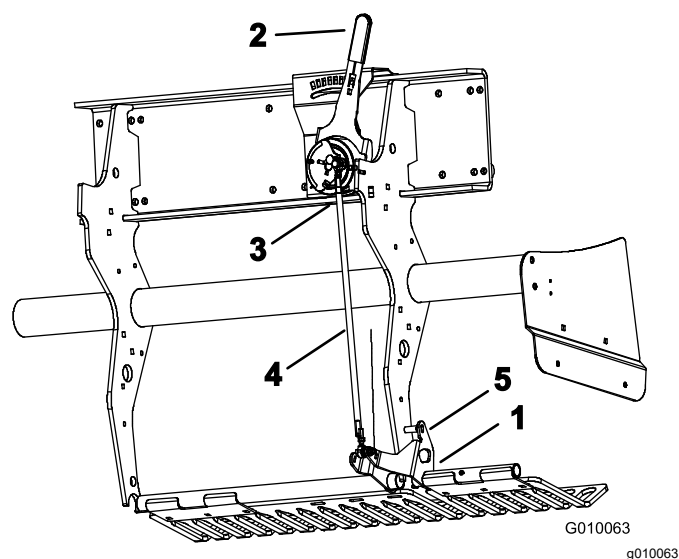

Figure 59
2. Tournez le support de fixation du protège-gazon gauche (Figure 59) jusqu'à ce qu'il soit possible d'introduire une goupille de sécurité, comme un foret ou un boulon de 8 mm, entre le support et le tube de réglage de profondeur qui est soudé au cadre.
3. Placez le levier de réglage de profondeur d'aération (Figure 59) à la position « H » (profondeur maximale).
4. Débranchez le commutateur sphérique (Figure 59) du faisceau de câblage (commutateur d'abaissement de tête).
5. Desserrez les écrous de blocage (gauche et droit) sur la biellette de réglage de profondeur (Figure 59).